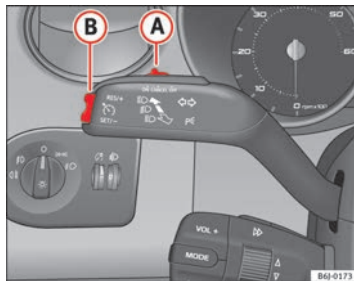

Abb. 121 Blinker- und Fernlichthebel: Schalter und Wippe für die Geschwindigkeitsregelanlage
- Drücken Sie den unteren Teil der Wippe **SET** ⇒ Abb. 121 **(B)** einmal kurz, wenn die zu speichernde Geschwindigkeit erreicht worden ist.